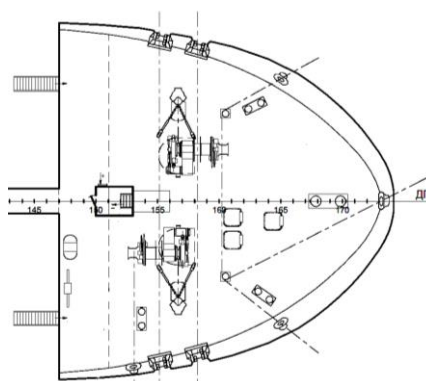

Рисунок 2.2 – Бак судна
- 2 Назовите судовые устройства, расположенные на баке (рисунок 2.2).